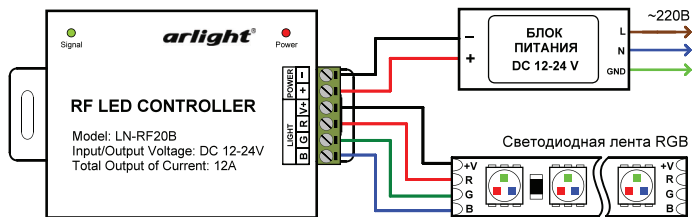

Рис.1. Схема подключения.
- 3.3. Подключите светодиодную ленту или другой светодиодный источник света к выходу LIGHT контроллера, соблюдая полярность и соответствие цветов RGB (Рис.1.).